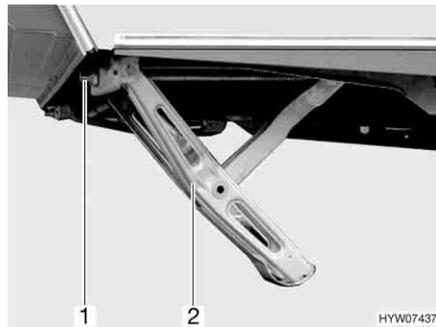

Fig. 21 Piedino di stazionamento a manovella abbassato
- Inserire la manovella in dotazione di serie nell'esagonale (Fig. 21,1) del piedino di stazionamento a manovella (Fig. 21,2).